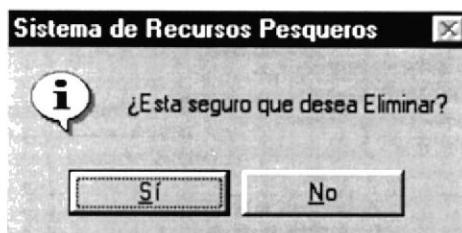

Figura 10.49 Mensaje de Eliminación
2. Nos aparece el siguiente mensaje (ver figura 10.49).